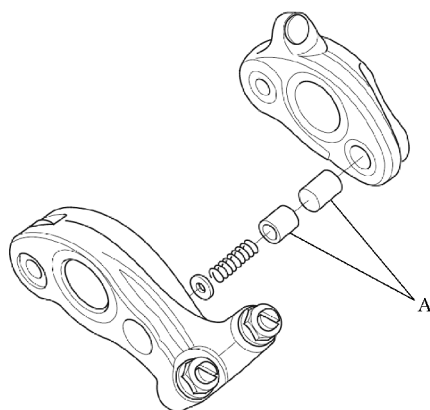

图 13-13 检查摇臂活塞
7) 检查摇臂活塞 A，如图 13-13 所示。用手推动活塞，如果它们不能平稳地移动，则更换摇臂组件。
- ① 重新组装时，将新的机油涂抹到摇臂活塞上。
- ② 重新组装次摇臂时，小心地将空气压力施加到摇臂的机油通道中。